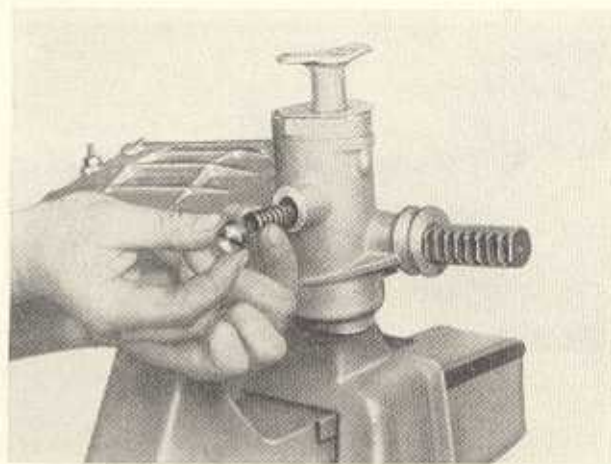

Bild F 26. Einsetzen der Flutterbremse
- Druckfeder auf den Bremsstößel aufstecken und beides in die Flutterbremsenlagerung einführen. Schlitzstopfen einschrauben, bis die Druckfeder auf Blockhöhe ist, $\frac{1}{2}$ Umdrehung zurückdrehen (dabei nächste Überdeckung Splintloch-Schlitz einstellen). Splint von Innenseite (Gewinde) einführen und sichern (Bild F 26).